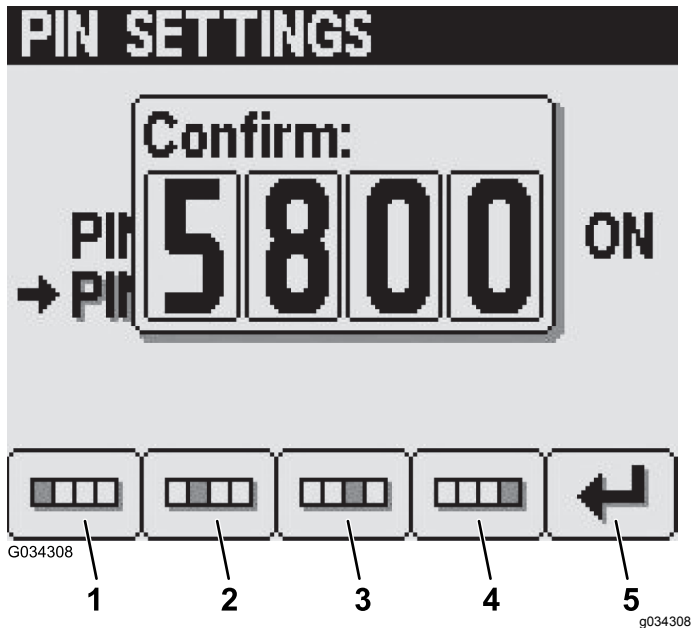

图 30
6. 使用 1 号到 4 号按钮确认您的新 PIN 输入完成后按 5 号按钮 图 30。
注意 确认 PIN 设置之后 图 30 Pin Correct Pin 纠正屏幕将显示约 5 秒钟。